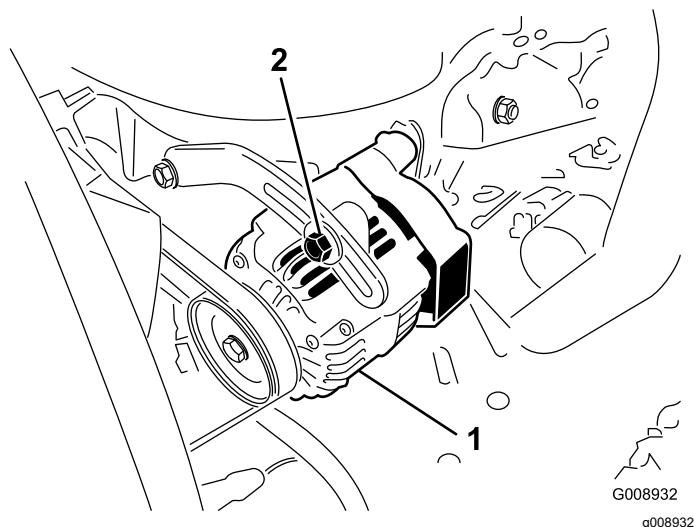

Figure 52
2. Si vous n'obtenez pas une flèche de 10 mm, desserrez les boulons de fixation de l'alternateur (Figure 52).